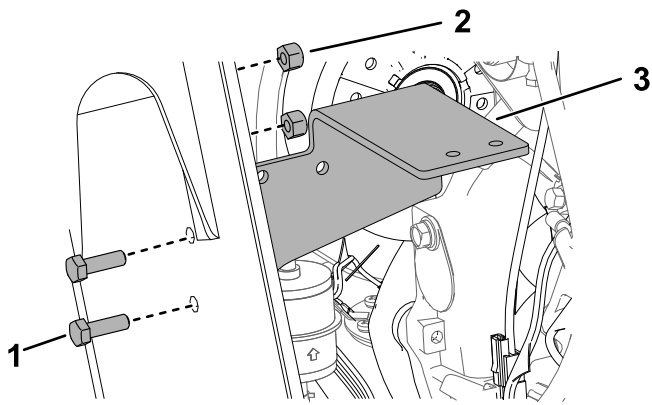

Рисунок 23
- Установите плиту на раму, как показано на Рисунок 23.